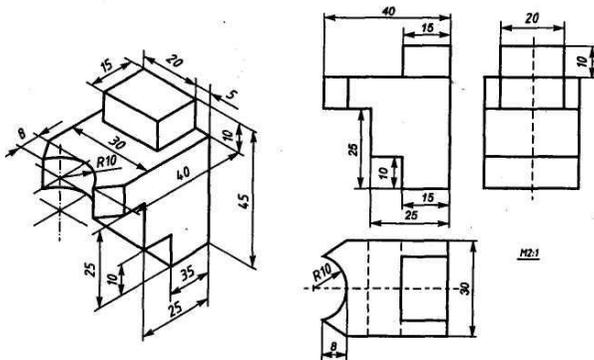

Рис. 36
**ЗАДАНИЕ 1.** Выполнить чертеж детали в трех проекциях, при построении использовать сетку (рис.36). Масштаб 2:1.